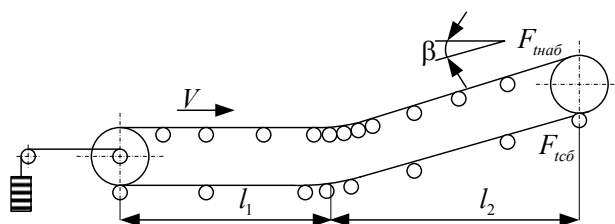

Рис. 2
2. Рассчитать ленточный конвейер для перемещения сухого песка (рис. 2).